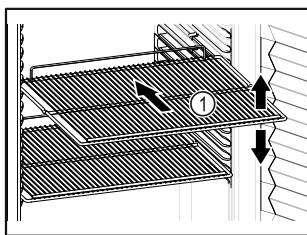

Fig. 48 Voorbeeld
❑ Als draagplateaus Fig. 48 (1) verstelbaar zijn, kunnen deze in de hoogte worden aangepast.